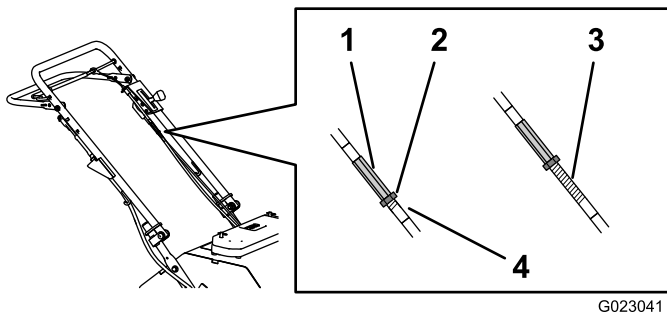
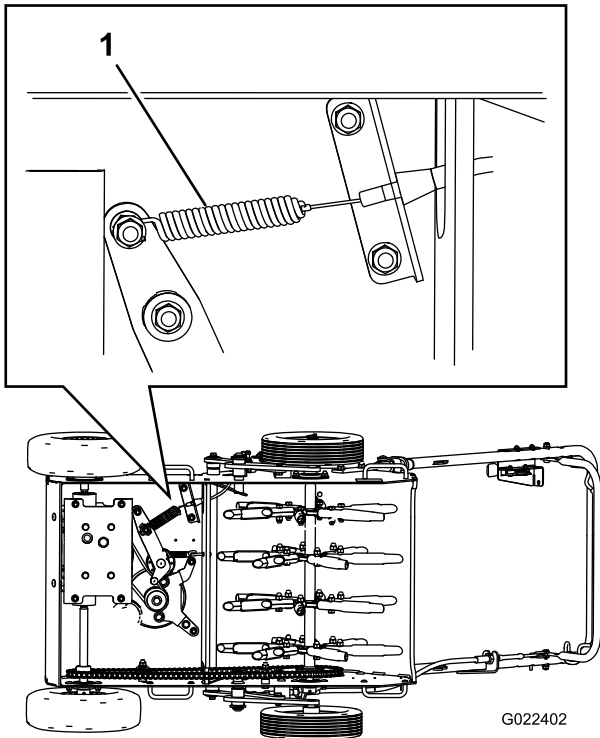

Figura 35
Figura 36
- Afloje la contratuerca (Figura 35) del cable de tracción.
B. Ajuste el acoplamiento del cable (Figura 35) 3 mm (1/8 pulgada) a la vez, hasta que el muelle del cable de tracción (Figura 36) se haya extendido unos 10 mm (3/8 pulgada) desde la posición original (destensado).
Para aumentar la tensión de las correas, gire el acoplamiento en sentido antihorario, para dejar expuesta una longitud de rosca **mayor**. Para reducir la tensión de las correas, gire el acoplamiento en sentido horario, para dejar expuesta una longitud de rosca **menor** (Figura 35).